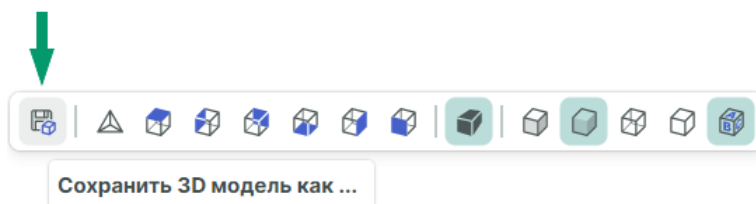

Рис. 543 Сохранение 3D модели
1. Нажмите на кнопку  «Сохранить 3D модель как...», расположенную в верхней части окна редактора, см. Рис. 543.